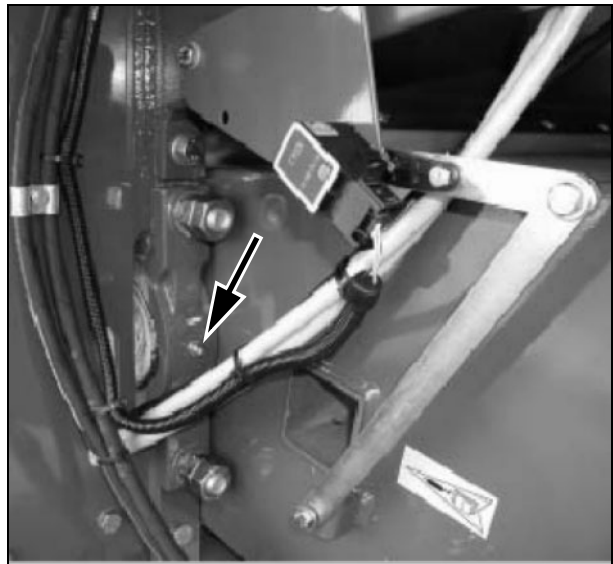

Рис. 42
**34. Подвеска главного зернового элеватора - Рис. 42**